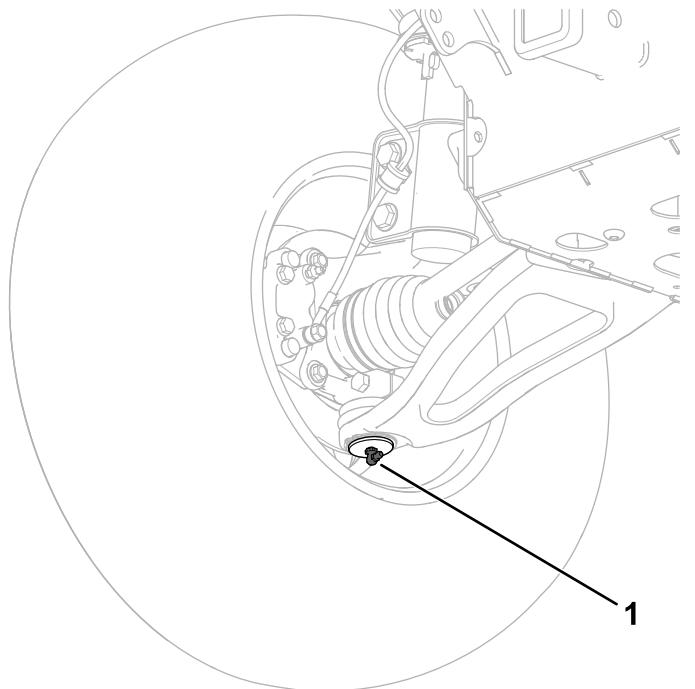

Figure 94
- **Rotules (2); voir Figure 94**